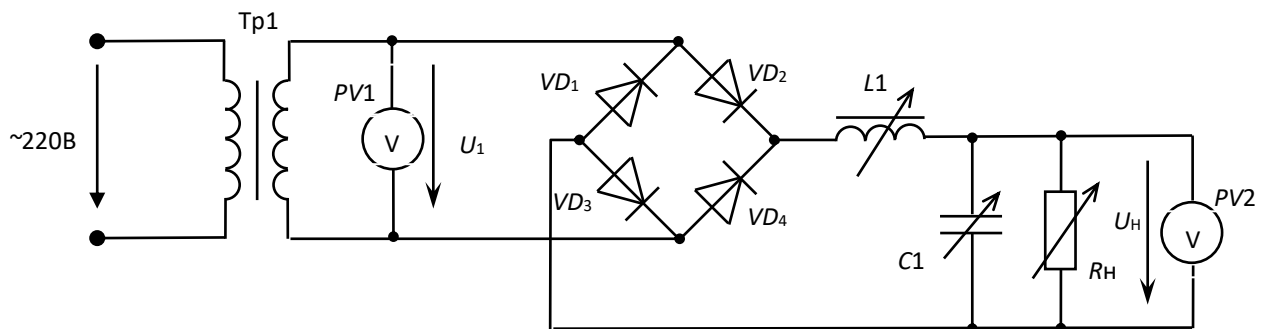

Рис.3. Исследование однофазного выпрямителя и сглаживающих фильтров
2.1. Для этого подключить в качестве нагрузки один из резисторов модуля «Резисторы \ активная нагрузка». (рис. 3) и установить сопротивление нагрузки, равным 100 Ом. **(Сопротивление нагрузки менее 100 Ом не устанавливать.)** Элементы сглаживающих фильтров, конденсатор $C1$ и катушка индуктивности $L1$ при этом не подключаются. Подключить выводы осциллографа параллельно нагрузке, зарисовать в прежнем масштабе осциллограмму выпрямленного напряжения на нагрузке U_n при отсутствии сглаживающих фильтров. Определить по осциллограмме двойную амплитуду (размах) пульсаций выпрямленного напряжения ΔU . Измерить с помощью вольтметра $PV2$ постоянную составляющую напряжения на нагрузке U_n . Результаты измерений занести в табл.2. По результатам измерений определить коэффициент пульсаций $q = \Delta U / (2 U_n)$. Сформулировать выводы.